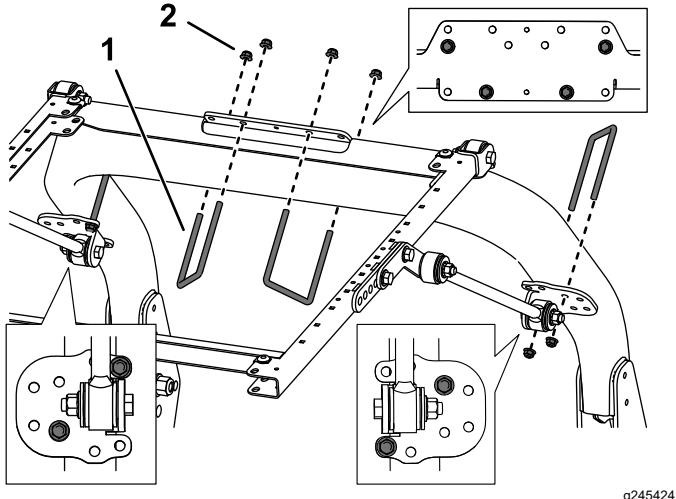

Figura 39
- Utilizzando i fori di montaggio illustrati nella Figura 39, fissate, senza serrarla, ciascuna delle staffe di ancoraggio ai montanti del roll bar con un bullone a U (3½" x 5") e 2 dadi flangiati.